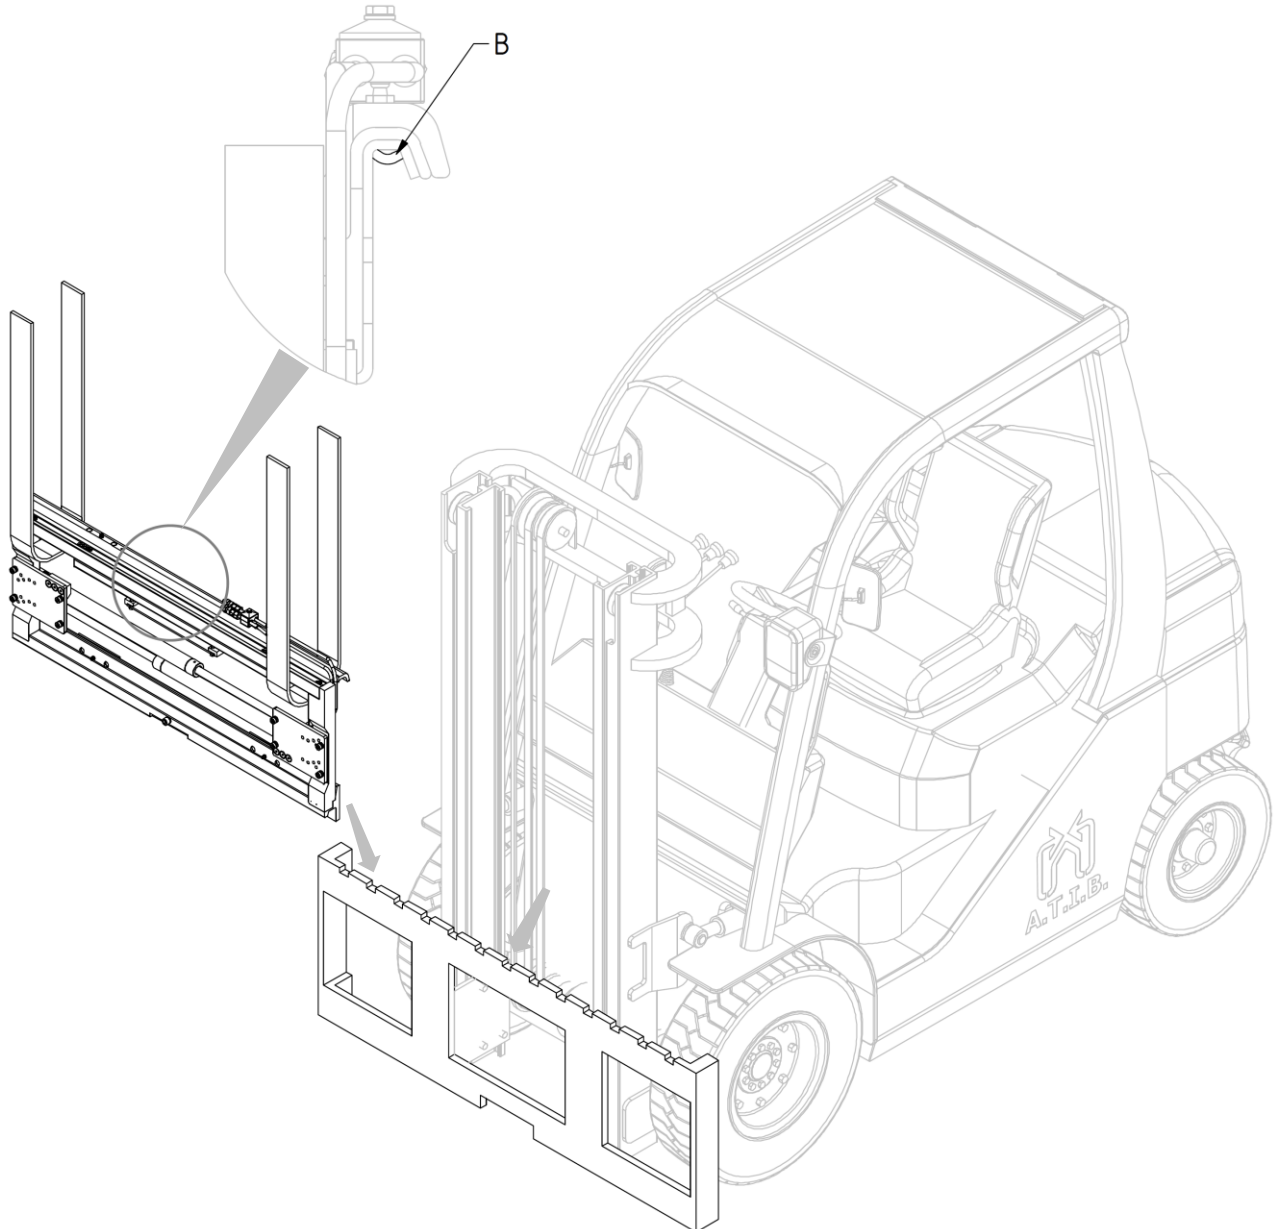

Figura 11
6. Enganche el equipo desde el punto de agarre superior con un puente grúa colóquelo en la placa porta horquillas, teniendo cuidado de encajar el diente de centrado **B** en la muesca central de la placa (mira *Figura 11*).